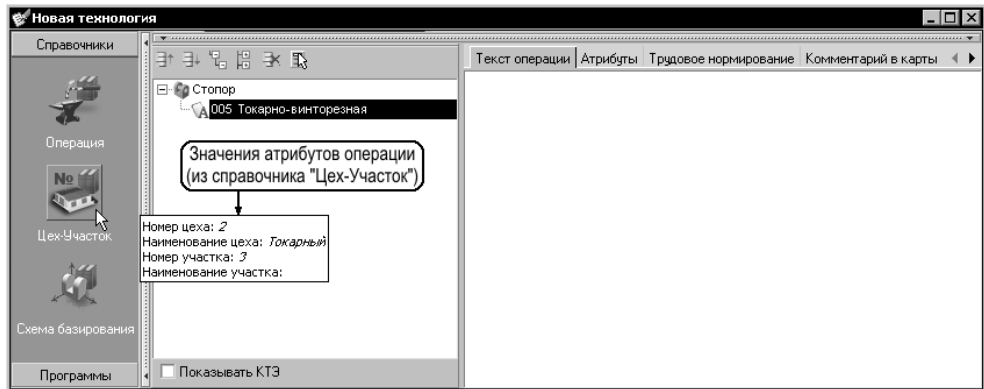

Рис. 9.5. «Всплывающая» подсказка с атрибутами операции, выбранными из справочника «Цех-Участок»
- чтобы отредактировать атрибуты операции с помощью справочника, выберите эту операцию в дереве ТП и нажмите соответствующую кнопку на панели вызова справочников. При наведении указателя на кнопку справочника появляется подсказка с текущими значениями атрибутов (рис. 9.5).